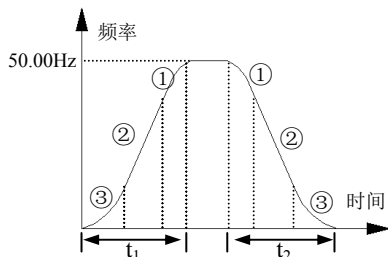

图 6-2 S 曲线加减速
**1：S 曲线加减速方式。**输出频率按照 S 形曲线递增或递减，如图 6-2 所示。